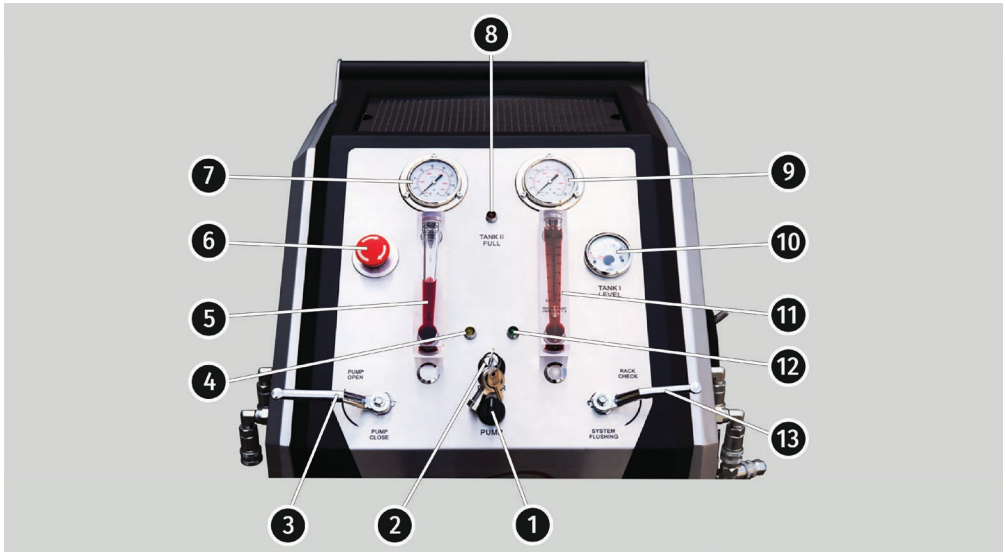

Figura 2. Panel de control de la máquina
4. El grado de contaminación del fluido se controla con un frasco. Ver Pos. 5 de la Figura 2.
5. Cuando en el frasco (pos. 5) circulará fluido limpio, el lavado se puede terminar. El depósito de expansión se lava por separado.